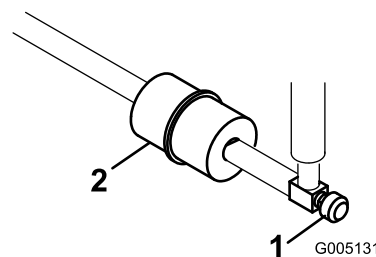

Figura 50
Existe um filtro no interior da tubagem de combustível, situado entre o depósito de combustível e o carburador (Figura 50). O filtro deve ser substituído a cada 800 horas de funcionamento ou com maior frequência se o fluxo de combustível não for o esperado. Certifique-se de que a seta existente no filtro se encontra dirigida para longe do depósito de combustível.
1. Feche a válvula de bloqueio do combustível, liberte a braçadeira de tubos que se encontra no carburador, na zona do filtro e retire a tubagem de combustível do filtro (Figura 50).
2. Coloque um recipiente de drenagem debaixo do filtro, liberte as restantes braçadeiras de tubos e retire o filtro (Figura 50).